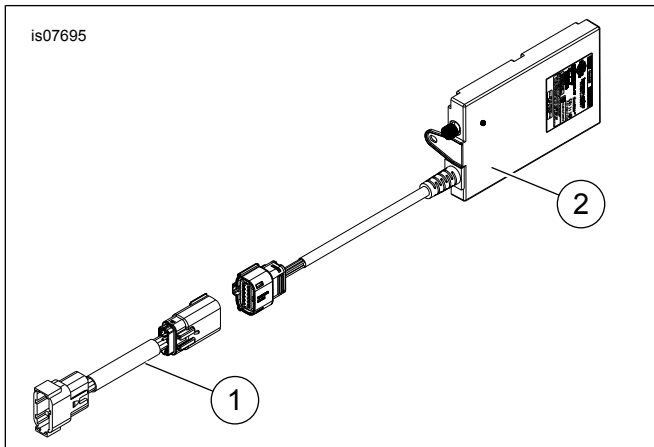

Figure 3. Pièces de rechange : Kit de radio CB
Voir Figure 3 et Tableau 1.
- a. Brancher la prise mâle à 12 fiches (1) du faisceau supplémentaire portant l'étiquette marquée « Intercom » [53] dans la prise femelle provenant de la nacelle de console.
- b. Voir Figure 3. Connecter le module CB (2) au faisceau de module CB (1) comme indiqué.